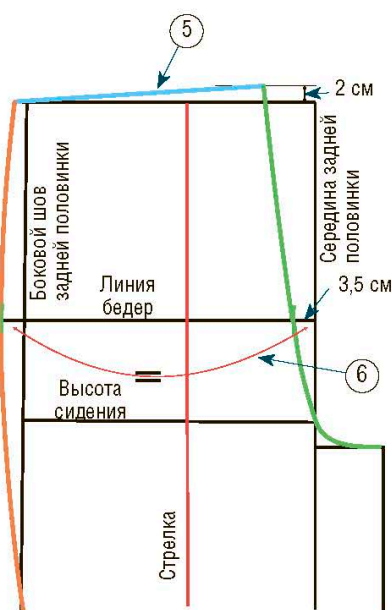

Рис. 2
⑤ На расстоянии 2 см от линии талии начертите параллельную ей линию (от линии бокового шва сзади). Затем продлите линию талии от противоположного конца на 1,5 см и, начиная с этой точки, отложите мерку $1/4$ обхвата талии так, чтобы эта линия опиралась на короткую параллельную, которую вы только что построили (обозначена голубым на рис. 2).
⑥ На линии бедер (со стороны средней линии) отмерьте 3,5 см, затем отметьте эту точку засечкой (обозначена зеленым на рис. 2). Продлите линию бедер с другого края на такое же расстояние (3,5 см) и отметьте ее конец (обозначен короткой зеленой вертикалью).
Чтобы обозначить линию шагового шва сзади, соедините прямой линией края талии (обозначена голубым) и отмеченную точку на линии бедер, затем продолжите линию, пройдя через пересечение линии сидения и линии середины задней половинки (обозначена зеленым на рис. 2).